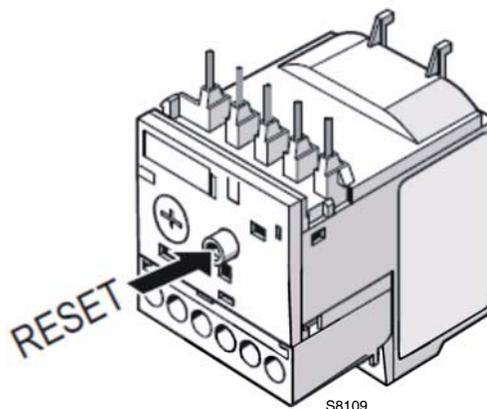

Fig. 29
- Para reiniciar, en caso de una intervención del relé térmico, presione la tecla "RESET" (Fig. 29).